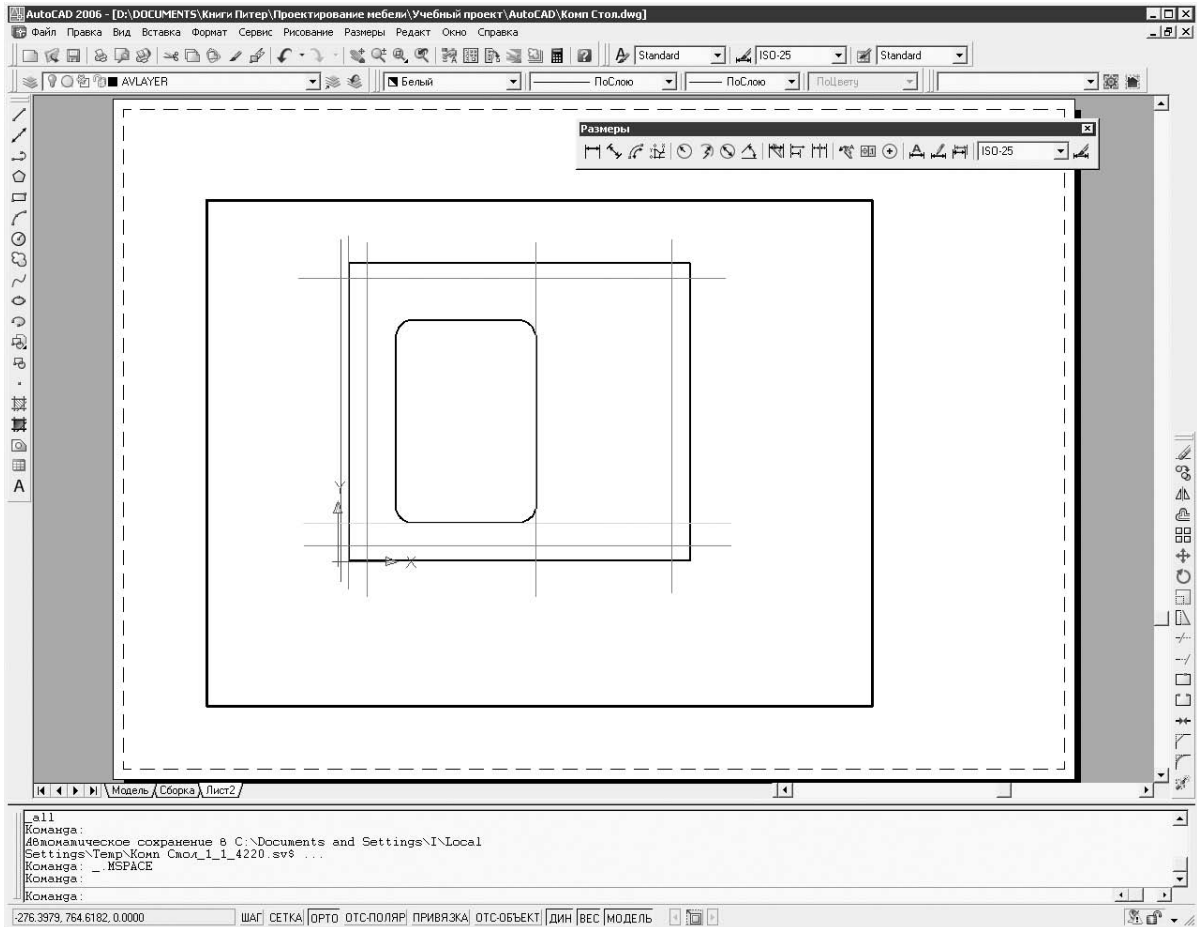

Рис. 5.12
6. Перейти на Лист2, щелкнув на его ярлыке. Переключиться в пространство модели и отключить видимость всех слоев, кроме тех, где находится задняя стенка и вспомогательные линии. Выбрать вид спереди, выполнив команду Вид ► 3М Виды ► Спереди, и вернуться в пространство листа — на листе окажется изображение задней панели стола в прямой проекции (рис. 5.12).